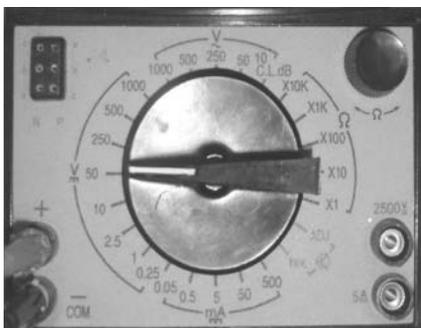

图 1-13 转换开关
(2) 万用表转换开关。万用表转换开关用来选择各种不同的测量电路,以满足不同量程的测量要求,如图 1-13 所示。当转换开关处在不同位置时,其相应的固定触点就闭合,万用表就可按各种不同的量程进行测量。万用表的面板上装有标度尺、转换开关旋钮、调零旋钮及端钮(或插孔)等。